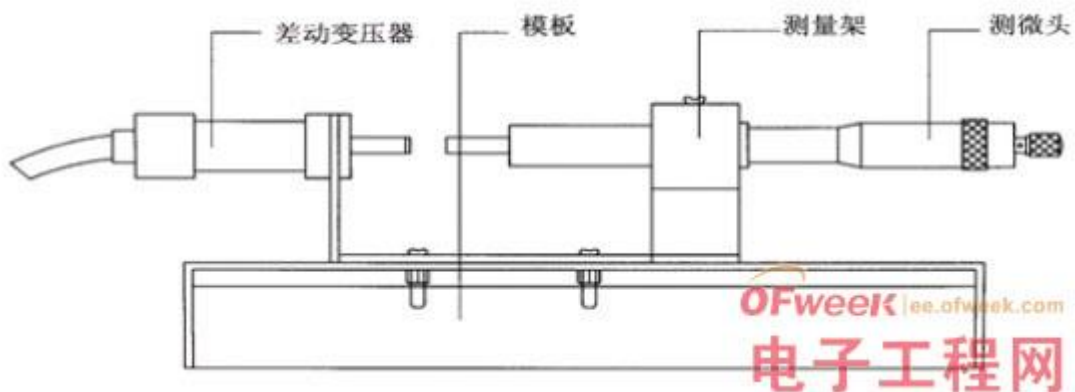

图4 差动变压器传感器安装示意图
(1) 将差动变压器和测微头（参照附：测微头使用）安装在实验模板的支架座上，如下图4所示。